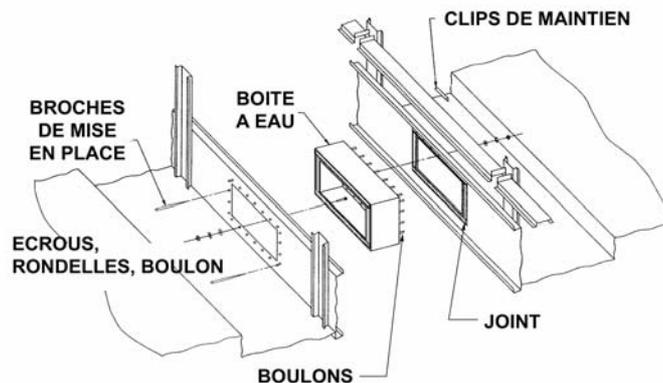

Figure 6 - Egalisation de niveau assemblée, sur modèles de 4.9 - 5.3 et 7.3 m de largeur.
2. Les brides de raccordement qui doivent être en contact doivent être nettoyée de toute graisse, saleté et humidité. Appliquer une bande de joint sur un côté du panneau centré au dessus des trous de la boite à eau comme indiqué en Figure 6. Enlever le papier du joint.
6. Aligner les trous des boulons des égalisations avec des broches et assembler la seconde section bassin avec la première comme indiqué en Figure 6.
9. Enlever les boulons de 6mm qui tiennent le canal anti-goutte et les clips de fixation sur le panneau de côté. Placer le canal anti-goutte assemblé au dessus des brides d'assemblage de la section bassin. Retourner les clips de maintien et les réinstaller en utilisant la même procédure. (voir Figures 6 et 7)